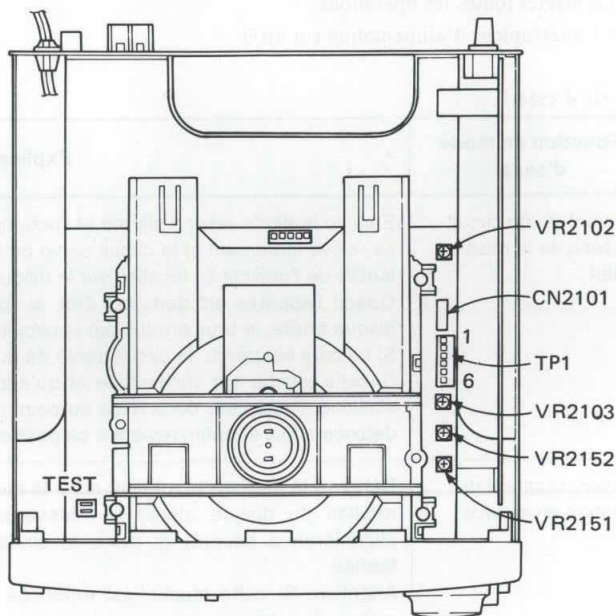

Fig. 8-7. Emplacement des Réglages
2. Court-circuiter les fils de liaison du mode d'essai. (voir Fig. 8-7.)